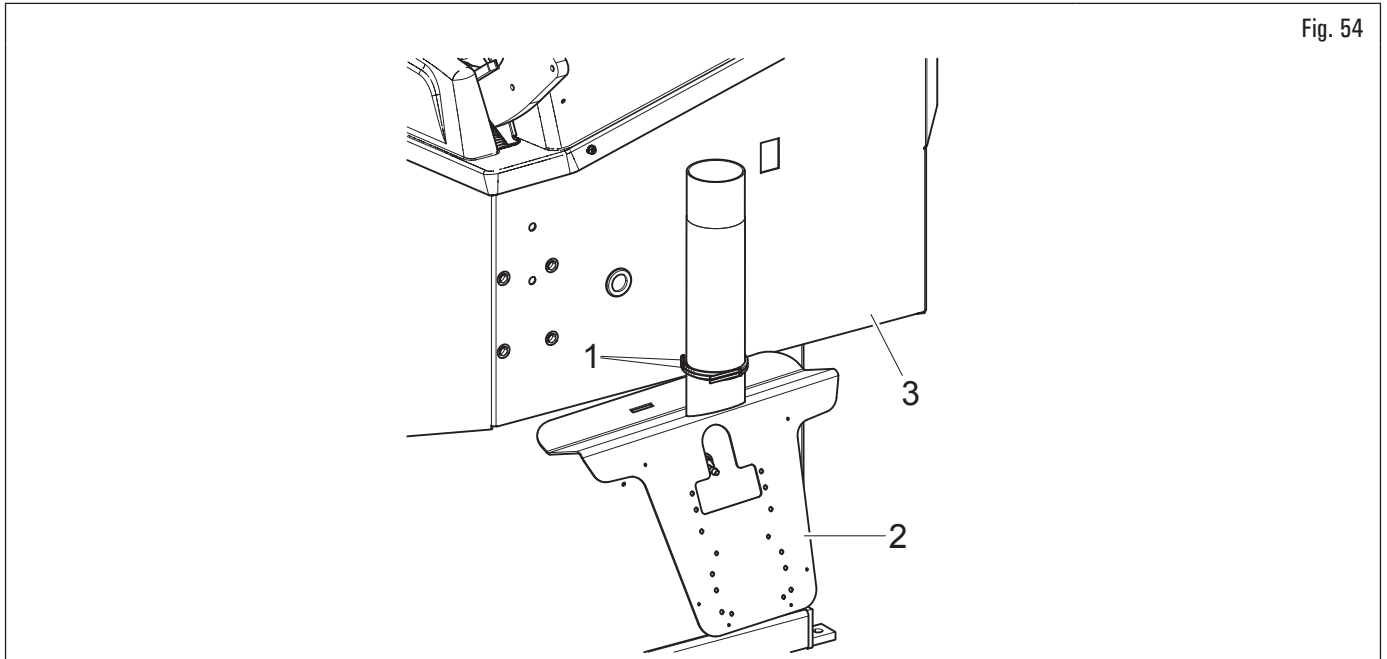

Fig. 54
1. Couper les deux colliers (Fig. 54 réf. 1) et libérer le support (Fig. 54 réf. 2) du châssis (Fig. 54 réf. 3).